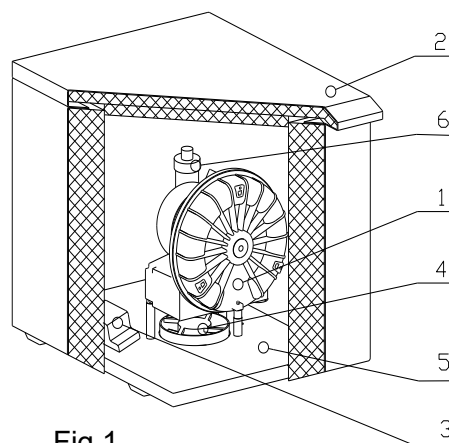

Fig.1
Pompa de aspirație (1) (Fig. 1) creează vid în modulul de control pneumatic, aspirând astfel corpurile străine din zona de lucru a medicului și aspirându-le în separatorul de lângă scaunul stomatologic. Numai aerul curat trece de separator prin pompa unității de aspirație, apoi este împins printr-un amortizor de zgomot (6) suplimentar, trecând în continuare prin furtunul de ieșire și este evacuat în mediul exterior al clădirii. Unitatea de aspirație este pornită prin intermediul unui bloc de comutare (3) după recepționarea unui semnal de la scaunul stomatologic (tensiune 24 V c.a./c.c.) sau prin pornirea de la comutatorul de pornire/oprire al unității de aspirație). Pompa de aspirație este montată deasupra ventilatorului de răcire (4) care este fixat pe bază (5). Ventilatorul trage aerul în carcasa metalică de insonorizare (2), care se sprijină pe picioare pentru a permite aerului să intre, fiind prevăzută în spate cu fante de aerisire pentru a permite aerului să circule.